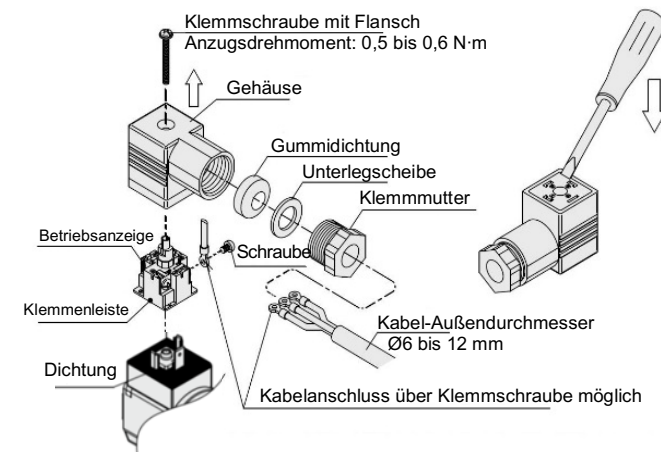

Abb. 7. Aufbau des DIN-Steckers
- Ziehen Sie die Schrauben und Anschlusselemente gemäß Abb. 7 fest.